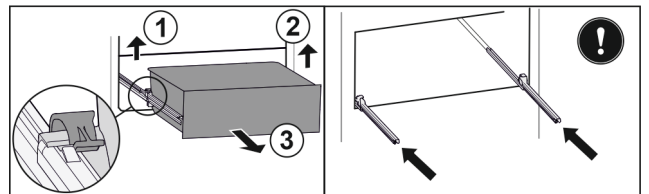

Fig. 137
- ▶ Підняти лівий затискач і одночасно висувний ящик ліворуч потягнути вперед. Fig. 137 (1)
- ▶ Підняти правий затискач і одночасно висувний ящик праворуч потягнути вперед. Fig. 137 (2)
- ▶ Вийняти висувний ящик рухом вперед. Fig. 137 (3)